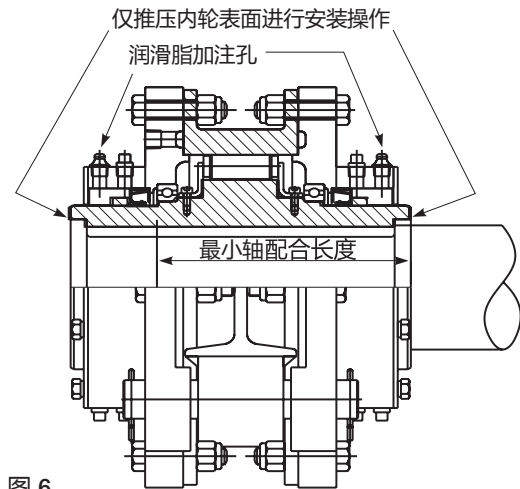

图 6
- B. 图6和表4所示的最小轴/内轮配合长度。如果需要两个轴向定位圈，则应留出足够的轴长来安装定位圈。